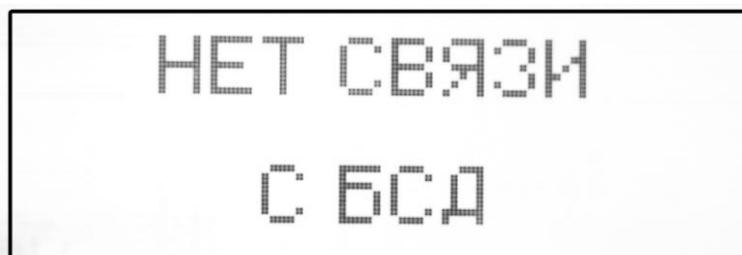

Рисунок 29
- **Отсутствие связи Терминал – БСД** рисунок 29. Обрыв или неисправность кабеля.